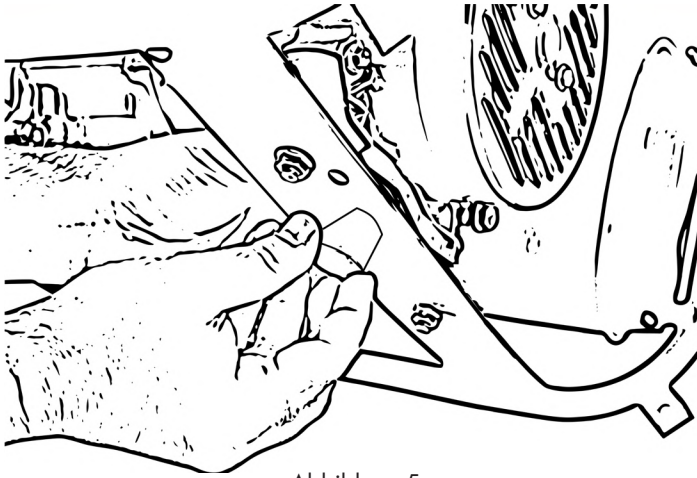

Abbildung 5
- Montieren Sie einen kleinen GummifuÙ, am hinteren, unteren Bügel des Geräts, siehe Abb.5.